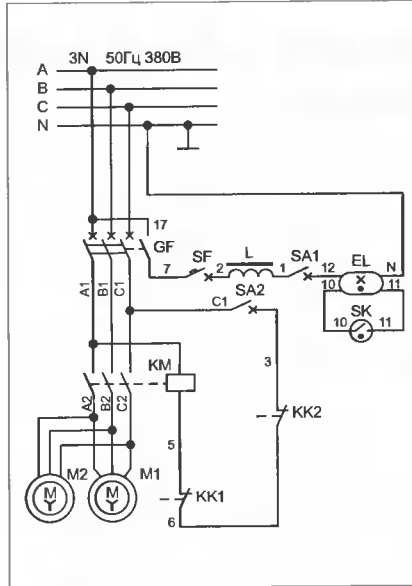
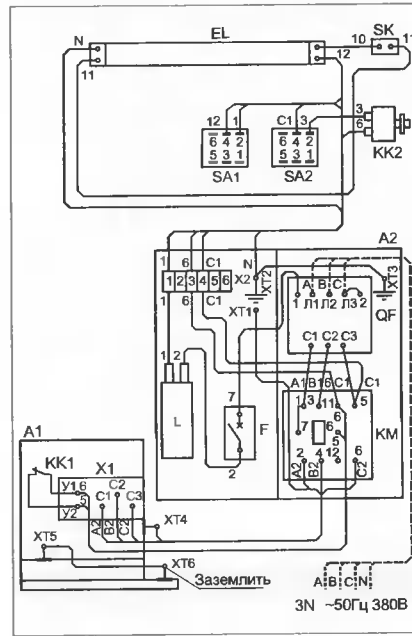

Рис. 4. Принципиальная электрическая схема витрины ВХС-1-0,25 («Таир 106 М»)
Рис. 5. Схема электрических соединений витрины ВХС-1-0,25 («Таир 106 М»)
Принципиальная электрическая схема витрины приведена на рис. 4, схема электрических соединений — на рис. 5. На схемах EL — лампа ЛЦД40-1, KK1 — реле КРТ-2-2, KK2 — терморегулятор РТХО, KM — пускатель П6-121 УЗБ (380), L — пускорегулирующий аппарат ИУБИ-40/220-ВП-910, MI — электродвигатель компрессора АИВ71А2 Ф2, M2* — электродвигатель вентилятора ДАТ75-16-1,5, SA1 и SA2 — тумблеры ТП1-2В, SK — стартер 80С-220, SF — выключатель АЕ1031-1 6А, QF — выключатель АЕ2026-20Н-20 (напряжение 380В, ток 1,25А, $I_{уст} = 0,9 I_n$).